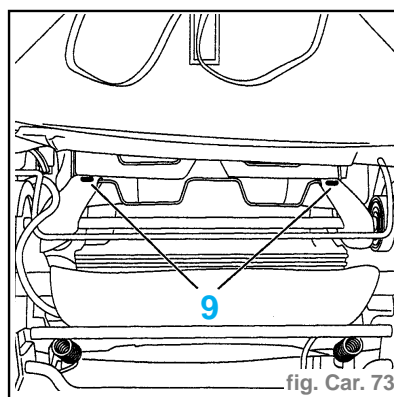

fig. Car. 73
- Couper les agrafes (9), rabattre vers l'avant les parties basses coiffe de dossier (fig. Car. 73).